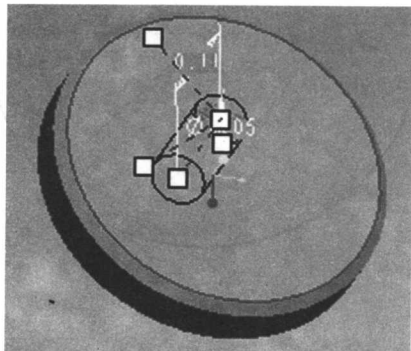

图 1.1.16
Step1:单击主菜单中的“插入”→“孔”,打开孔的操控板,创建听筒上的第一个孔。首先将孔放置在听筒的前表面,如图 1.1.16 所示。